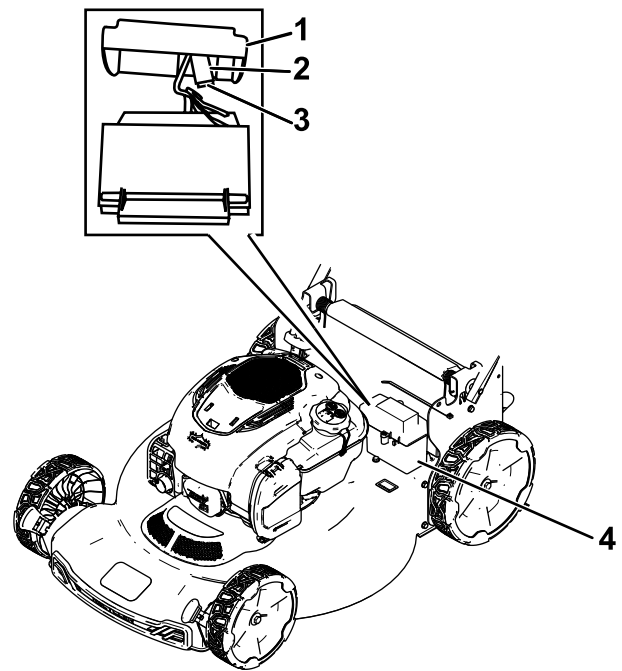

Figure 27
4. Remplacez le couvercle sur le logement de la batterie (Figure 27).
1. Enlevez le couvercle du logement de la batterie (Figure 27).
2. Retirez la batterie et localisez le fusible (Figure 27).
3. Remplacez le fusible dans le porte-fusible (Figure 27).